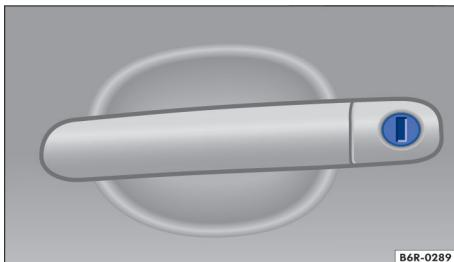

Fig. 50 Maçaneta da porta do condutor com cilindro da fechadura.
- Introduzir a haste da chave no cilindro da fechadura e destrar ou travar o veículo → Fig. 50.